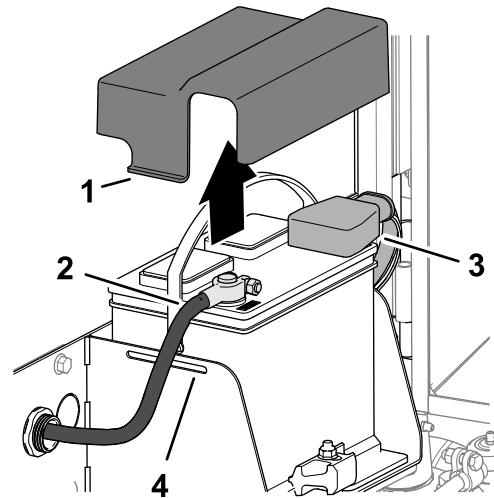

Figura 91
- Pressione as laterais da tampa da bateria e remova a tampa da bandeja da bateria (Figura 91).